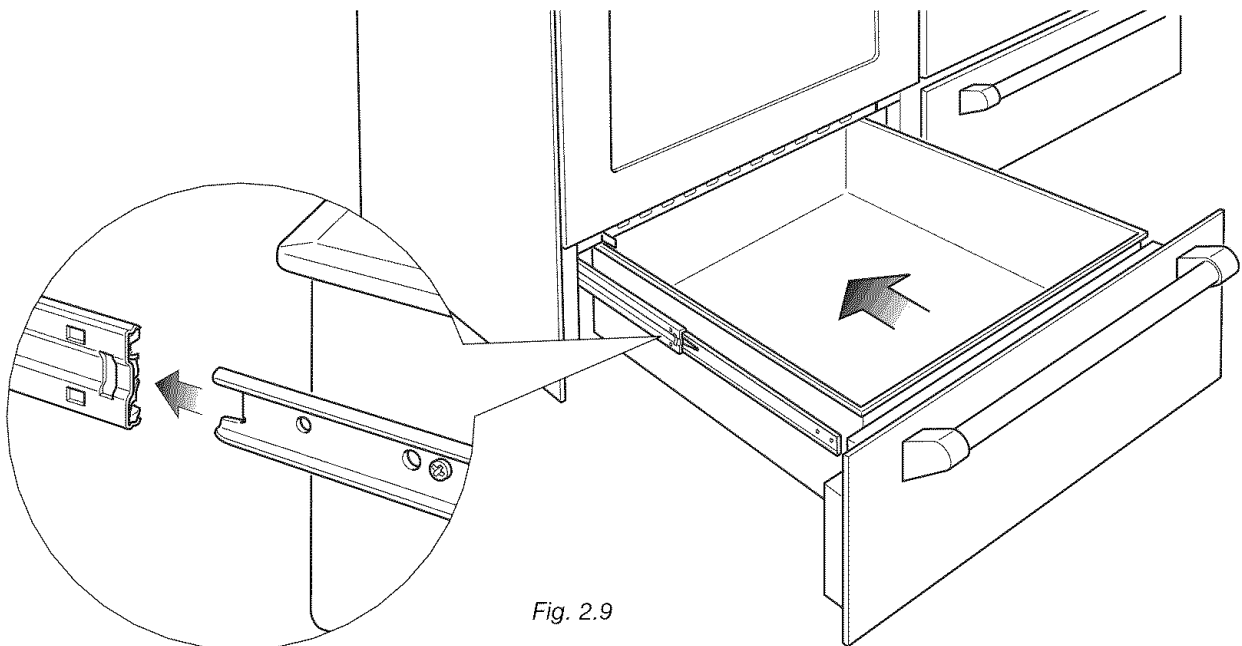

Fig. 2.9
Installation du tiroir de maintien au chaud (fig. 2.9) :
1. Insérez les glissières du tiroir dans les glissières de la cuisinière (fig. 2.9).